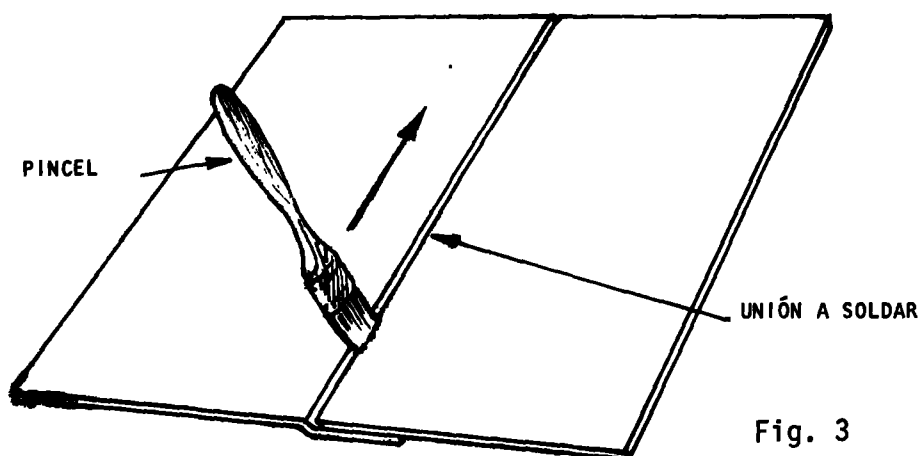

Fig. 3
- a Aplique con un pincel la solución de cloruro de cinc en los bordes a soldar (fig. 3).